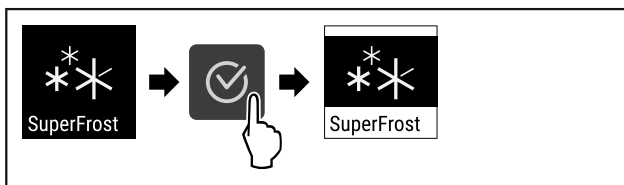

Fig. 64
- Følg anvisningene (se Fig. 64) .